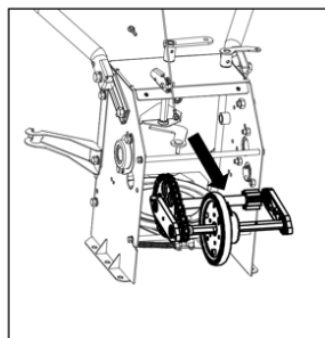

Рис. 23
4. С силой вытяните шестигранный вал, снимите шестигранный вал и переходной вал в сборе. См. рис. 23.